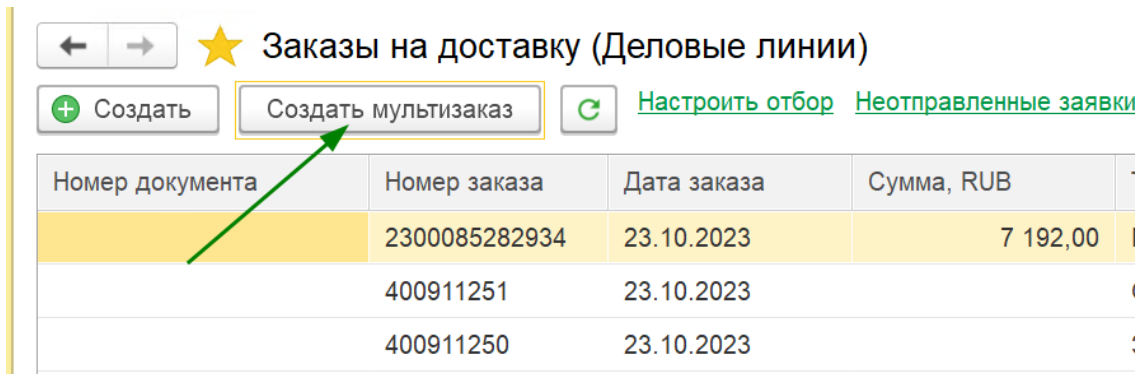

Рисунок 20 - Переход в журнал заказов для создания мультизаказа
- Объединение нескольких черновиков мультизаказа для их отправки. Окно выбора "Создание мультизаказа" открывается из формы Журнала заказов по кнопке "Создание мультизаказа" (см. рисунок 20):